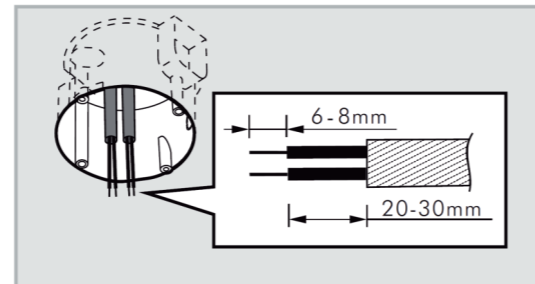

Afbeelding 12
3.4.1.6 Let op de bedrading (zie afbeelding 4 - 6) en neem bij de montage van de sensor afbeelding 12 in acht.
3.4.2.4. Let op de bedrading (zie afbeelding 4 - 6) en neem bij de montage van de sensor afbeelding 12 in acht.